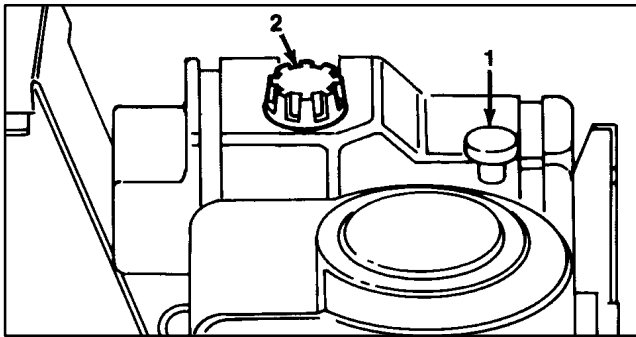

Figure 9
2. Dévisser et retirer la jauge du tube de remplissage (Fig. 9).
1. Nettoyer la surface autour du bouchon du réservoir, afin d'éviter que tout corps étranger ne tombe dans le réservoir lorsque le bouchon est enlevé (Fig. 9).